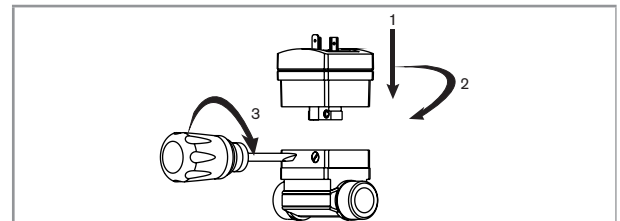

Bild 1: Montage des SE30 HT auf das Sensor-Fitting S030 HT
- Das Elektronikmodul gemäß Bild 1 auf das Sensor-Fitting montieren.